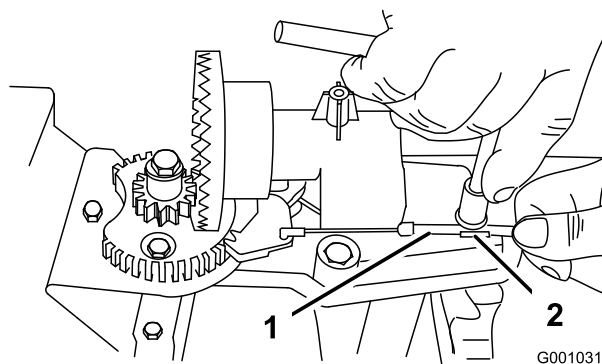
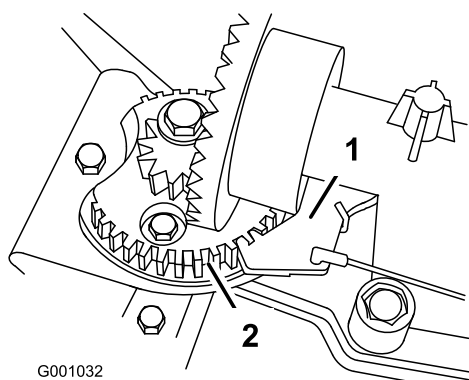

Рисунок 55
Рисунок 56
2. Ослабьте затяжку болта на хомуте кабеля (Рисунок 55).
3. Захватите кабельный трубопровод и перемещайте его по направлению к передней части машины до тех пор, пока фиксатор желоба не войдет полностью в зацепление с зубчатой передачей редуктора (Рисунок 55 и Рисунок 56).
Примечание: Фиксатор подпружинен, и под действием пружины стремится войти в зацепление с шестерней редуктора (Рисунок 56).